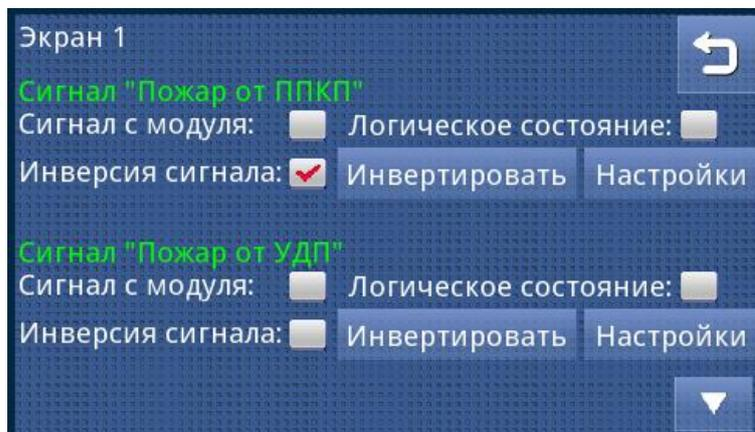

Рисунок 2.4 – Экран раздела меню «Настройка сигналов» (сигналы с контролем линии связи)
- кнопка «Настройки» для перехода к настройкам сигнала (для сигналов с контролем линии связи, см. рисунок 2.4);